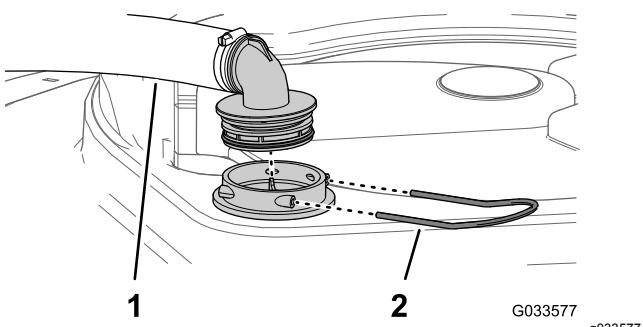

Figura 46
- Nella parte superiore dell'irroratrice, rimuovete il fermo che fissa il raccordo del flessibile collegato al flessibile grande dall'alloggiamento del filtro (Figura 46).
- Rimuovete il flessibile e il raccordo del flessibile dall'alloggiamento del filtro (Figura 46).